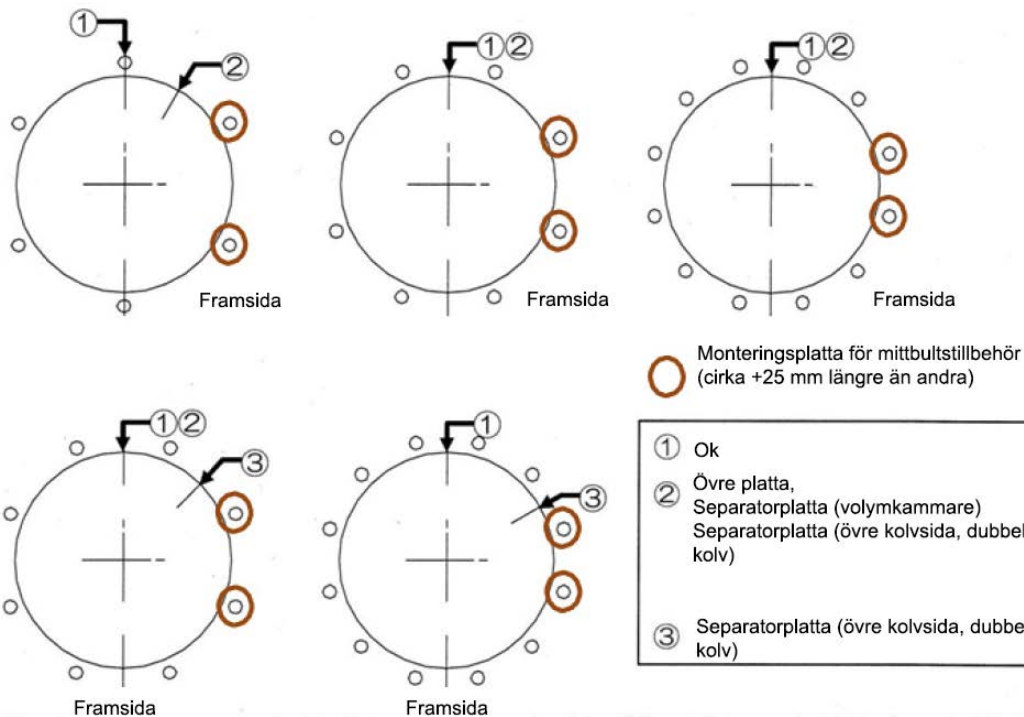

Bild 13 – Mittbultens positionering
7. Byt ut cylinderröret (14) och den övre plattan (17) med endast axiell rörelse. Belägg cylinderrörets inre yta med silikonfett.
8. Se till att luftanslutningarnas lägen är korrekta. Sätt i mittbultarna i hålen på den övre plattan och oket. Montera fjäderbrickorna och muttrarna och dra åt dem lätt för hand. Montera fjäderbrickorna och muttrarna på undersidan av oket för hand. Se till att placeringen av mittbultar (cirka +25 mm längre än andra) för tillbehörets monteringsplatta, om sådan finns, överensstämmer med bild 13.